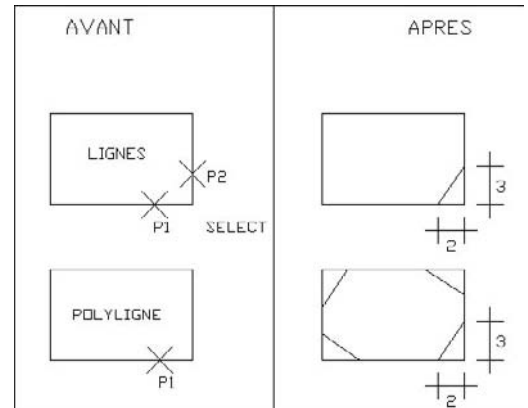

Fig.6.18
- 1 Exécuter la commande de chanfreinage à l'aide d'une des méthodes suivantes (fig.6.18) :